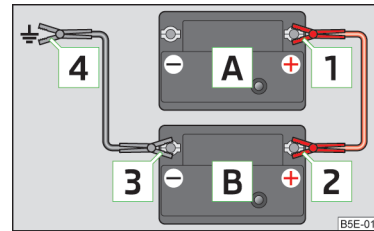

Abb. 195
- Die Klemme **1** am Pluspol der entladenen Batterie **A** » Abb. 195 befestigen.